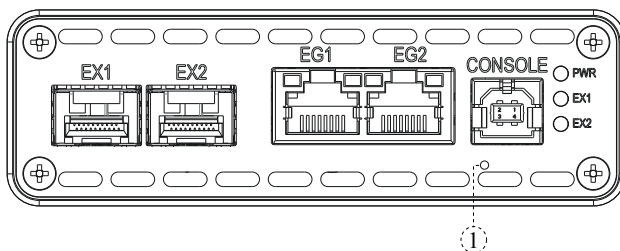

Рис. 4.1. Передняя панель прибора Беркут-MX
**Примечание.** Внешний вид передней и задней панелей измерительного блока зависит от аппаратной модификации устройства и может отличаться от представленного на рис. 4.1 и 4.2. При этом маркировка и назначение разъемов и светодиодных индикаторов совпадают с описанием, представленным в табл. 4.1 и 4.2.
Цифрой 1 на рис. 4.1 обозначена кнопка аппаратного сброса.
3. Подключить блок питания к разъёму, расположенному на задней панели корпуса прибора (см. рис. 4.2). После подключения внешнего источника питания загорается индикатор «PWR» (см. рис. 4.1).
Для настройки и управления функциями прибора Беркут-МХ используется интерфейс USB 1.1/2.0 (CONSOLE, см. рис. 4.1) или системный порт 10/100BASE-T (MANAGE, см. рис. 4.2).